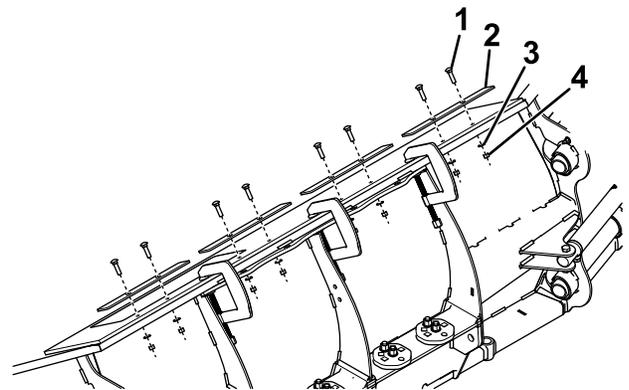

Bild 12
Hinweis: Wenn Ihr Schneepflug keine Löcher hat, die Sie als Schablone verwenden können, verwenden Sie **Bild 12** als Schablone für die Bohrstelle.
5. Befestigen Sie vier rechteckige Streifen mit acht Schlossschrauben ($\frac{5}{16}$ "), acht Unterlegscheiben ($\frac{5}{16}$ ") und acht Nylon-Sicherungsmuttern ($\frac{5}{16}$ ") in den Bohrungen des langen Lamellenabschnitts, wie in **Bild 12** dargestellt.